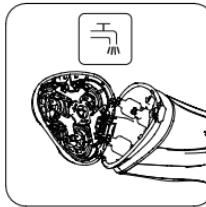

Fig. 9
- El protector de seguridad del aparato impide el funcionamiento del producto si detecta un exceso de restos de pelo en los cabezales. En tal caso, en la pantalla aparecerá el ícono de limpieza (4) acompañado de unos pitidos durante unos 8 segundos y será necesario realizar una limpieza completa para continuar con el afeitado. (Fig. 9)